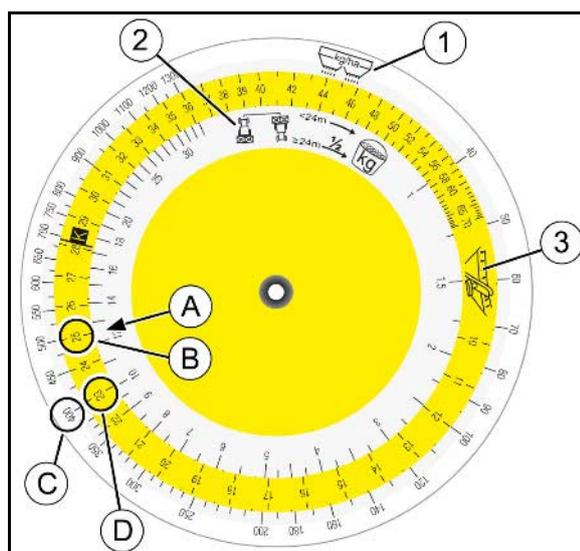

Fig. 56
Cherchez le nombre (A) sur l'échelle (Fig. 56/2) correspond aux quantités d'engrais recueillies [kg] et mettez-le en vis à vis avec la valeur de réglage forfaitaire choisie (Fig. 56/3).
3. Recherchez le débit d'engrais souhaité (C) et utilisez en vis à vis la valeur de réglage des trappes correspondante (position) (D).